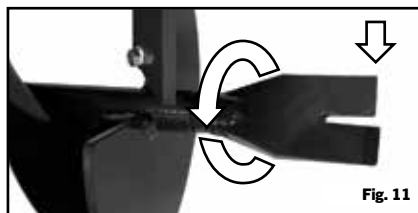

Fig. 11
6. Pour remplacer la pointe en queue de poisson, dévissez la pointe à l'aide d'une clé réglable pour saisir le côté de la pointe en queue de poisson. Remplacez par une nouvelle pièce (voir figure 11).